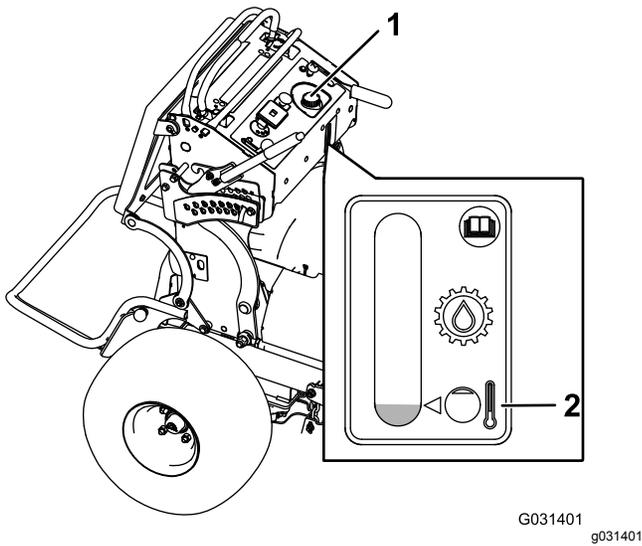

Figura 75
3. Limpie alrededor del cuello de llenado y el tapón del depósito de aceite hidráulico (Figura 75).
4. Retire el tapón del cuello de llenado (Figura 75).